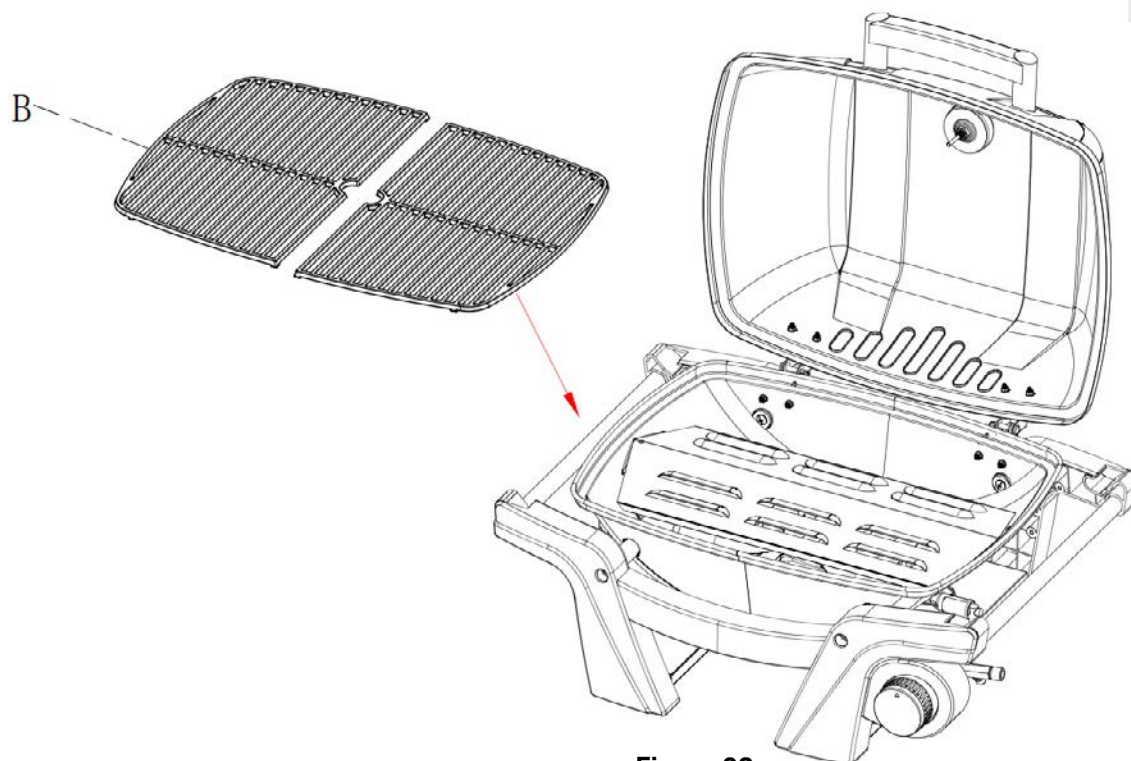

Figure 02.
Placez ensuite les grilles de cuisson (B) dessus comme sur la figure 02.